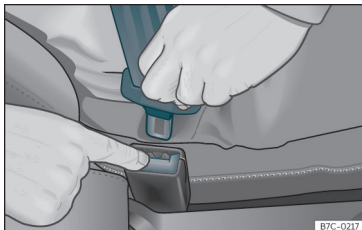

Fig. 14 Soltar la lengüeta del cierre del cinturón.
- Presione la tecla roja en el cierre »» » **fig. 14**. La lengüeta saltará del cierre.